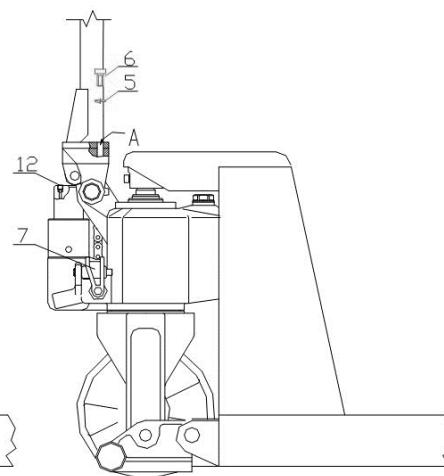

Fig. 2
3.2 Sätt fjädergenomföring (5) under sockelhuvudskruv (6). Tryck sockelhuvudskruvar (6) in i tre hål (A) med en skiftnyckel och dra åt så att handtag (1) och kuggstång (3) är fixerade. Se fig. 2.
3.3 Höj hävarm (7) genom en järnpinne och passa in skruven och muttern i änden av rullkedja (2) i hylsan av hävarm (7). Avlägsna sen järnpinnen för att fullborda monteringen. Se fig. 2 and 4.
1. Se fig. 2. Släpp efter på skruv (12) motsols och skaka handtaget långsamt tills oljan flödar över vid denna punkt. Stanna handtaget och dra sen åt skruv (12) medsols.